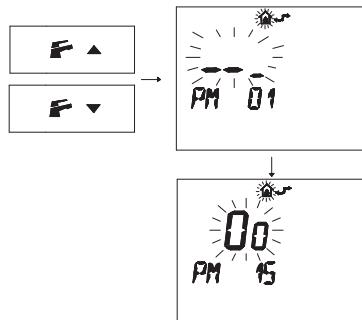

Рисунок 5.25
- Нажмите кнопку **▼** или **▲**, чтобы вывести на дисплей параметр "PM15" для активации внешнего датчика (Рисунок 5.25).